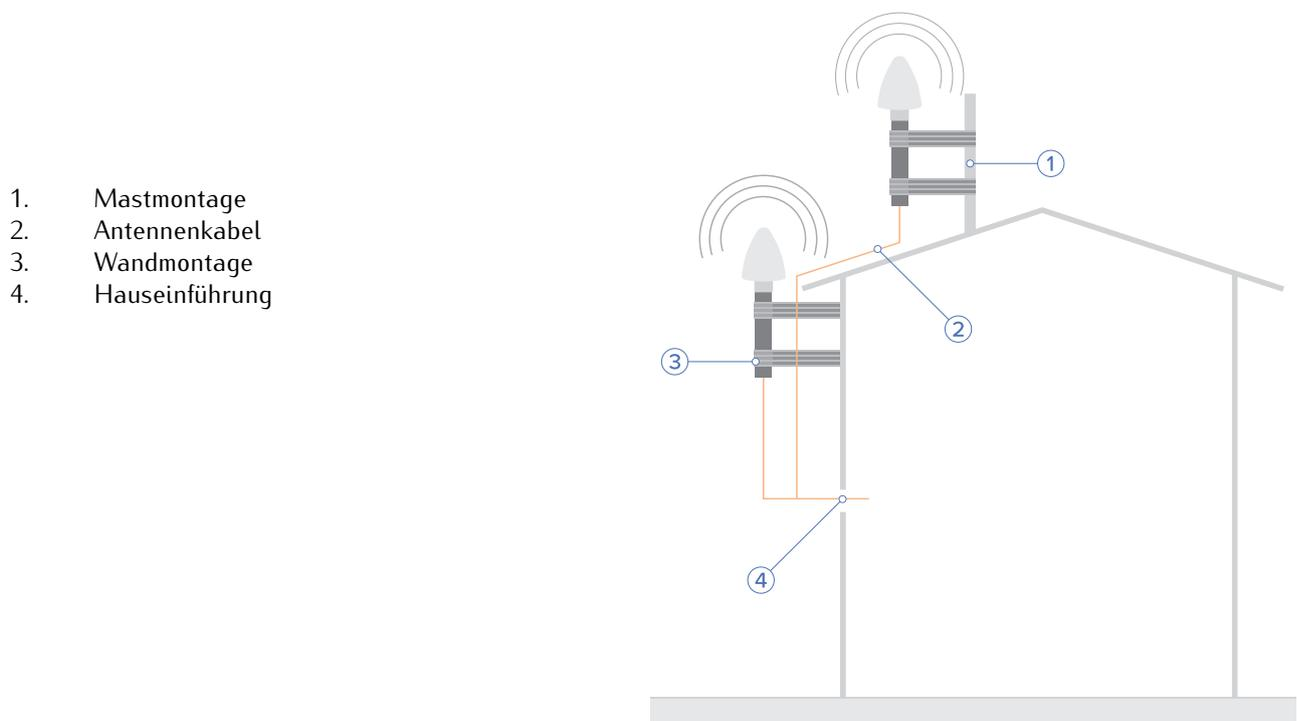

Abb. 1: Optimale Positionierungen
Um ausreichend Satelliten zu empfangen, wählen Sie einen Standort, der eine unverbaute Sicht in alle Himmelsrichtungen ermöglicht (Abb. 1), da es ansonsten zu Problemen bei der Synchronisation Ihres angeschlossenen Meinberg-Zeitserverns kommen kann.
Für eine optimale 360°-Sicht der Antenne empfiehlt Meinberg die Dachmontage an einem geeigneten Metallmast (siehe rechte Antennendarstellung, Abb. 1). Ist diese nicht möglich, sollte eine wandmontierte Antenne an einem Gebäude, ausreichend hoch über der Gebäudetraufe, montiert werden (siehe linke Antennendarstellung, Abb. 1).
- Vertikale Montage der Antenne (siehe Abb. 1)